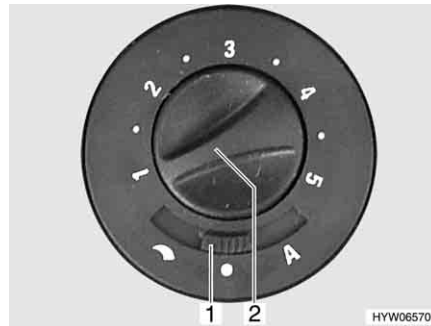

Fig. 112 Interruttore di comando per la ventola di ricircolo dell'aria
- Posizionare l'interruttore a scorrimento (Fig. 112,1) su "M" (regolazione manuale) o "A" (funzionamento automatico).
- Impostare con la manopola (Fig. 112,2) la prestazione desiderata della ventola di ricircolo dell'aria (regolazione manuale) oppure limitarla (funzionamento automatico).
- Posizionare l'interruttore a scorrimento (Fig. 112,1) su "●" (spento).